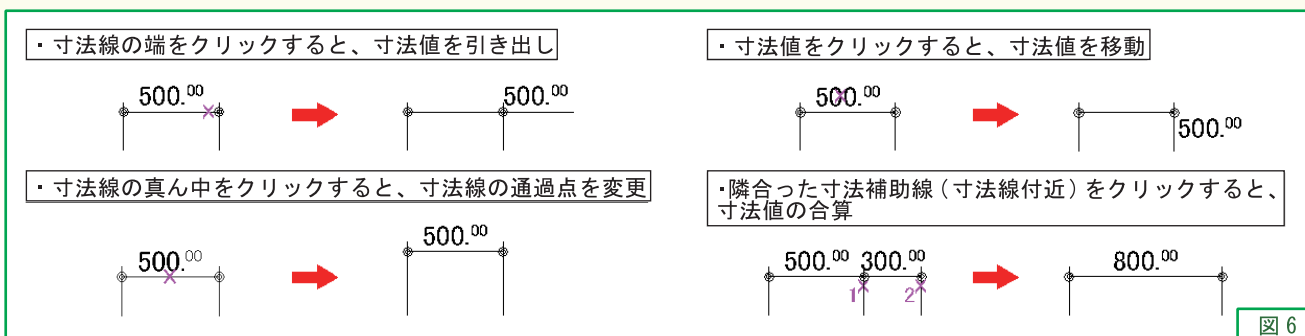

図 6
3. その他にもクリックする場所により、図のように寸法線を編集することができます (図 6)。